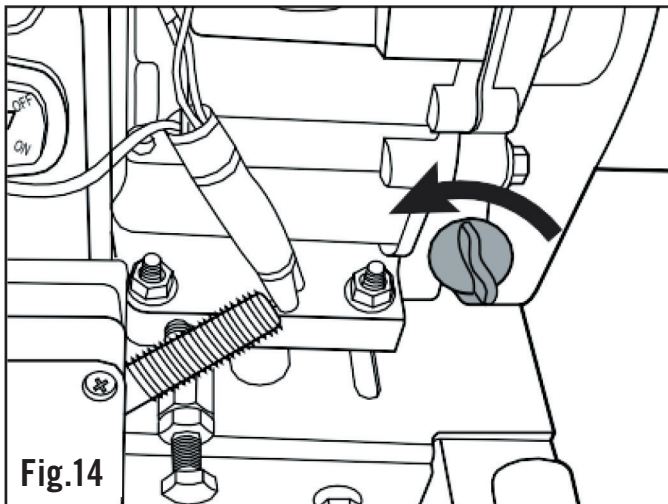

Fig.14
2. Ta bort oljelocket (6) och gör rent oljestickan med en trasa. Kontrollera mängden olja genom att föra ner oljestickan utan att skruva in den. (Fig 14)